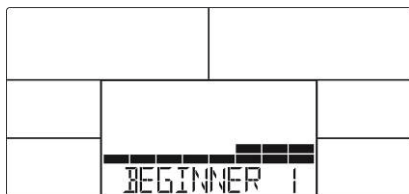

Abb. 11
2. Wählen Sie mit den UP/DOWN-Tasten eines der voreingestellten Programme (1–4) aus und bestätigen Sie die Auswahl mit der MODE-Taste (Abb. 11–13).